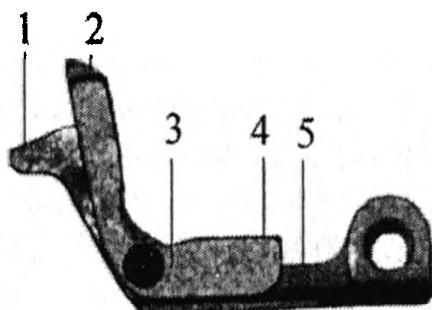

Рис. 25
Автоспуск (рис. 25) служит для обеспечения спуска курка и предотвращения выстрела при недокрытии затвора, когда ведется автоматическая стрельба. Автоспуск состоит из рычага автоспуска (5) и подвижно закрепленного на нем с помощью оси самого автоспуска (3).